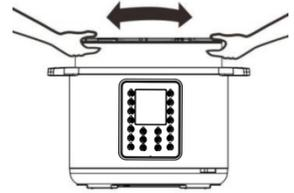
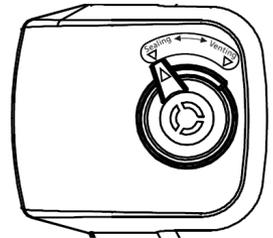

Abbildung 14
Abbildung 15
Vergewissern Sie sich, dass der Innentopf, in dem sich die Heizplatte (14) befindet, sauber und trocken ist, bevor Sie den Innentopf (6) in den Schnellkochtopf einsetzen, und nivellieren Sie den Topf, um einen optimalen Kontakt zwischen dem Innentopf und der Heizplatte (14) zu gewährleisten (Abbildung 14).
4. Stellen Sie das Druckbegrenzungsventil (3) in die Stellung "Dichten" und vergewissern Sie sich, dass das Sicherheitsventil (4) abfällt.
5. Beim Einstellen des Druckbegrenzungsventils (3) in die Stellung "Verschließen" oder "Entlüften" die Markierung am Druckbegrenzungsventil (3) auf den Pfeil am Griff (1) ausrichten, wie in Abbildung 15 dargestellt.
KOMMENTAR: Das Druckbegrenzungsventil kann nicht unmittelbar nach dem Kochen auf die Position "Entlüften" gestellt werden, wenn Sie Funktionen wie Brei oder Suppe verwenden. Es ist WICHTIG, dass das Sicherheitsventil (5) abfällt, bevor Sie versuchen, den Deckel zu öffnen (Abbildung 14).